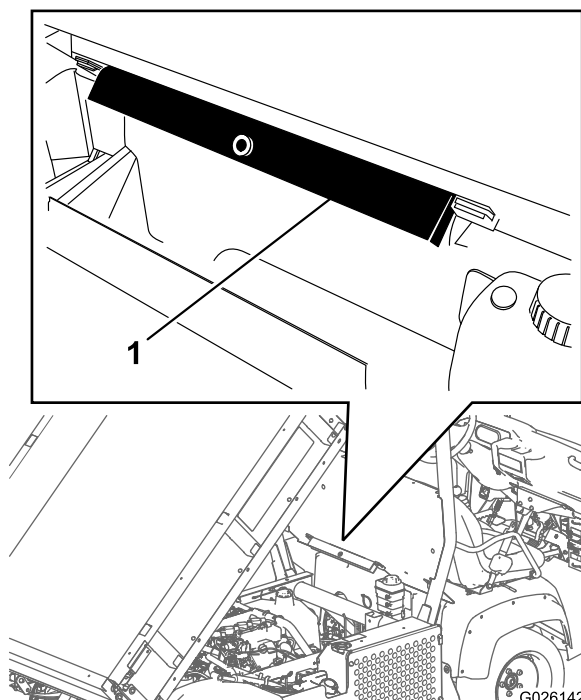

図 30
2. ROPS パネルの後ろについている保管用ブラケットから荷台サポート安全サポートを取り外す図 30。